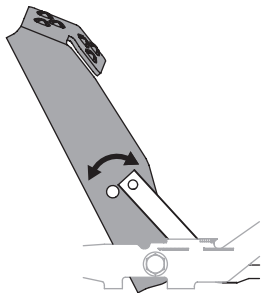

Figure 37
3. Positionnez la pédale sur la position optimale en fonction des préférences de l'opérateur. Voir Figure 37.